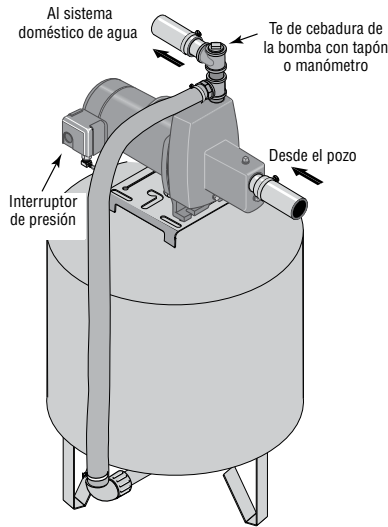

Figura 4: conexiones del tanque pre-cargado
Conexión para tanque pre-cargado (Figura 4)
1. Instale dos "T"s en el puerto de descarga de la bomba (Vea la figura 4). El tamaño de la bomba debe de ser por lo menos tan grande como el puerto de descarga.